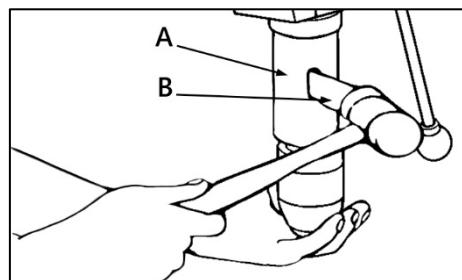

Рисунок 8.
Максимально разведите кулачки патрона повернув зажимное кольцо патрона. Вставьте в отверстие в гильзе (A) (рис. 8) расклиниватель (B) и поступите по нему резиновым молотком, придерживая патрон рукой, чтобы избежать его падения при отделении от шпинделя.